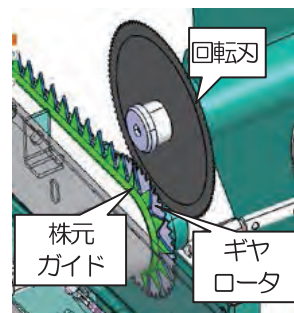
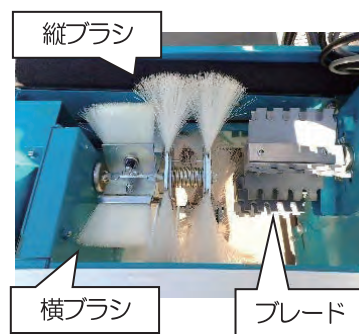

図3 根の切断刃
図4 調製部
- 3) 調製部では回転刃が、根をギヤロータと挟む（図3）ことで、精度良く切断しています。また横ブラシ・縦ブラシで、泥の除去と子葉・下葉の掻き出しを行い、高速回転ブレードで、子葉と下葉を除去します（図4）。